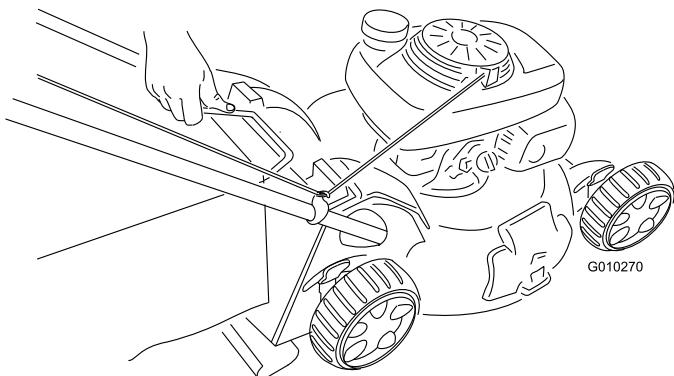

Рисунок 29
- Поднимите ручку мешка для травы из канавок около верха газонокосилки и снимите мешок с газонокосилки (Рисунок 29).